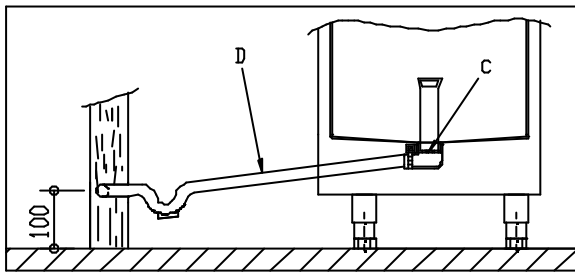

Fig. 5
- Fijar la manguera de desagüe (D) al desagüe (C) como se indica en la Fig.5.
- Colocar un tubo sifon (T) para evitar malos olores.